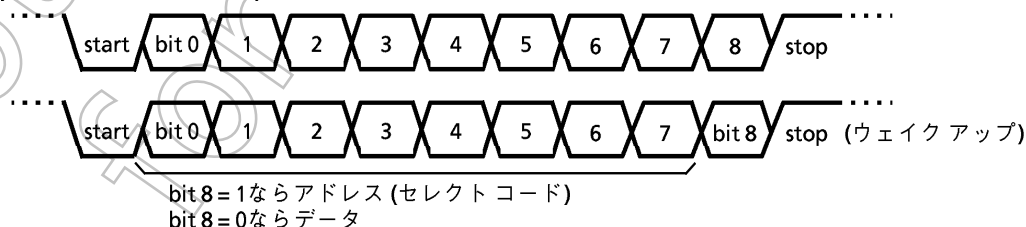

図3.11 (1) データフォーマット
各モードにおけるデータフォーマット(1フレーム分)を図3.11 (1) に示します。